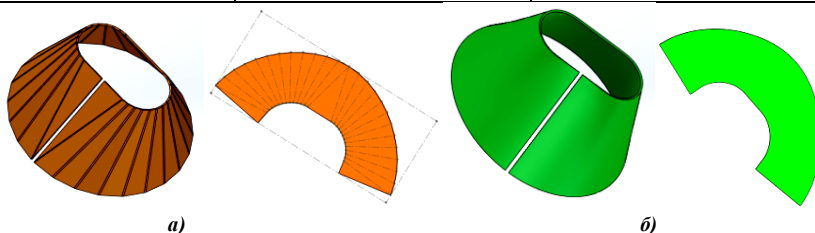

Рис.4. Приклади використання інструменту *Елемент по перерізах згину* за методами виробництва: а) зігнутий; б) сформований
7. Створити модель за допомогою інструменту *Елемент по перерізах згину*. Перевірити коректність розгортки (див. приклади на Рис.4).